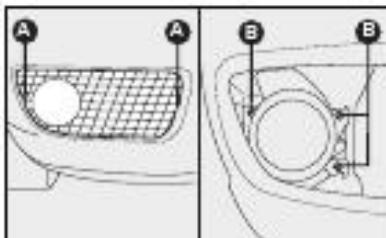

fig. 32
1) retirar a grade com uma chave de fenda nos pontos indicados em A-fig. 32;
2) retirar os parafusos indicados por B-fig. 32;
9) recolocar o conjunto completo apertando os parafusos B-fig. 32;
10) recolocar a grade pressionando nos pontos A-fig. 32.